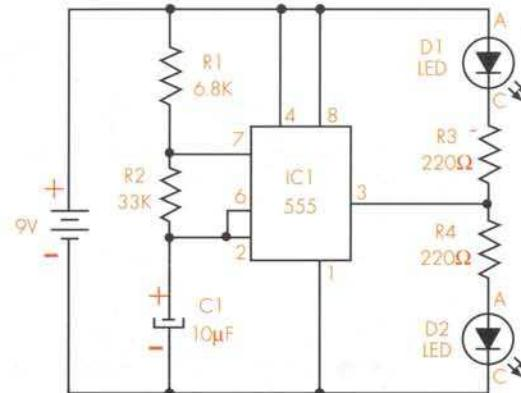

Figura 1. Diagrama esquemático
- Arme en el protoboard el circuito que aparece en el diagrama esquemático de la figura 1. Use como guía de montaje el diagrama pictórico. Los componentes pueden montarse en cualquier orden dejando de último la conexión de la batería. Revise la orientación del circuito integrado, de tal modo que sus pines no queden invertidos.